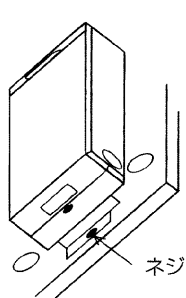

図1
1. 制御ボックスを固定しているネジを外します。取外しの詳細は 6. 電気配線工事の項目を参照してください。(図1)